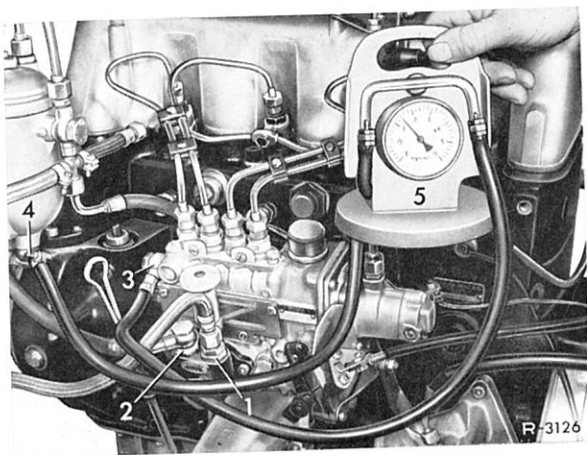

Bild 00–61/2
1 Prüfgerät zwischen Kraftstoffausgang (4) am Hauptfilter und Kraftstoffeingang (3) an der Einspritzpumpe anschließen (Bild 00–61/2).
Eine einwandfreie Überprüfung der Kraftstoff-Förderpumpe bei den Dieselmotoren ist mit dem Förderpumpenprüfgerät der Fa. F. Herth und Busch, Offenbach b. Frankfurt a. M., möglich (Bild 00–61/2).
Außerdem kann bei Kraftstoff-Filtereinsätzen, deren Dichtring aus Filz ist, der Filterdeckel nach Bild 00—46/1 nachgearbeitet werden, um